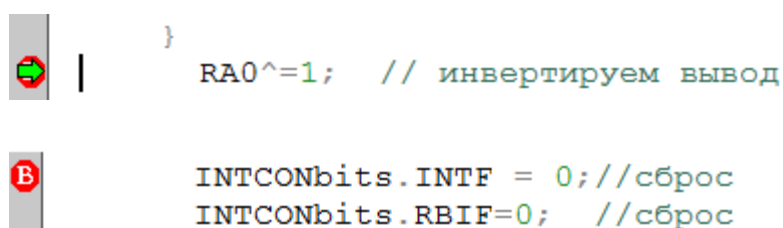

Рис. 5.4. Точки останова в программе с прерываниями
5. Установить в программе две точки останова (рис. 5.4). Сделать сброс и запустить программу, выполнив *Run*. Убедиться, что программа находится в циклах с операторами `while(1)`, `while(n)`.